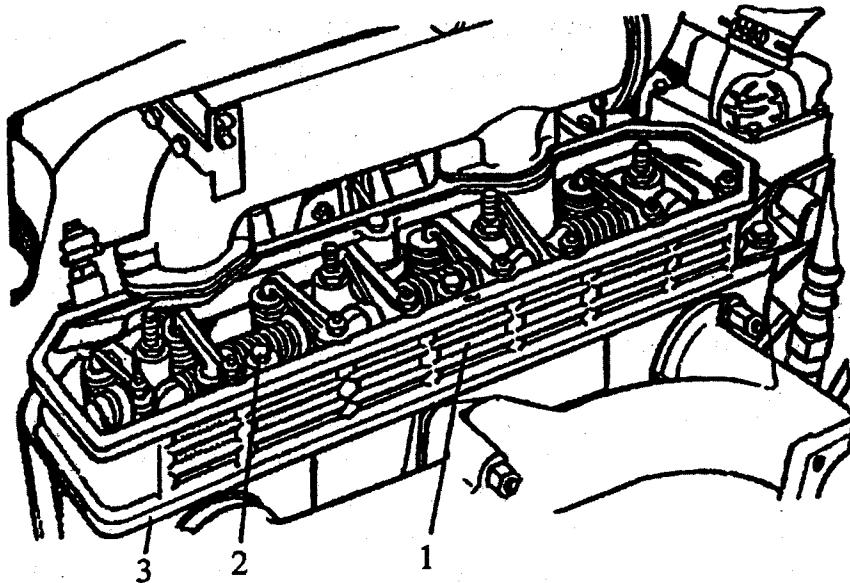

Рис. 2. Снятие крышки цилиндров
6. Снять крышку головки цилиндров 1 в сборе с впускным трактом. Снять прокладку крышки головки цилиндров 3 (рис. 2).